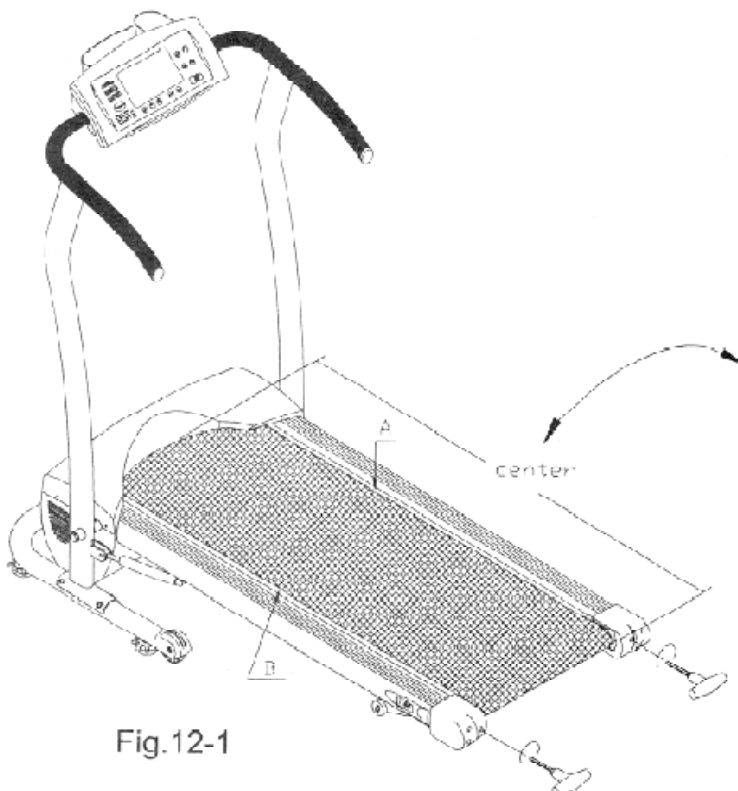

Fig.12-1
7. Als u tijdens een workout merkt dat na iedere stap de loopband even pauzeert, zit het loopvlak te los. Stop dan de loopband om de weerstand van het loopvlak te meten. Pak het loopvlak in het midden vast en trek hem omhoog (zie fig. 12-1 & 12-2). Er moet ongeveer 15 mm. speling en 3,5 kg weerstand in het loopvlak zitten (zie fig. 12-3). Als er teveel speling is pas dan de weerstand aan door de stelschroeven aan de voorkant een halve slag met de klok mee te draaien (zie fig. 12-1). Controleer hierna de weerstand van het loopvlak opnieuw. Als er meer aanpassing nodig is herhaalt u de stappen van hierboven. Pas op dat u de stelschroeven nooit meer dan 2 volledige slagen draait.